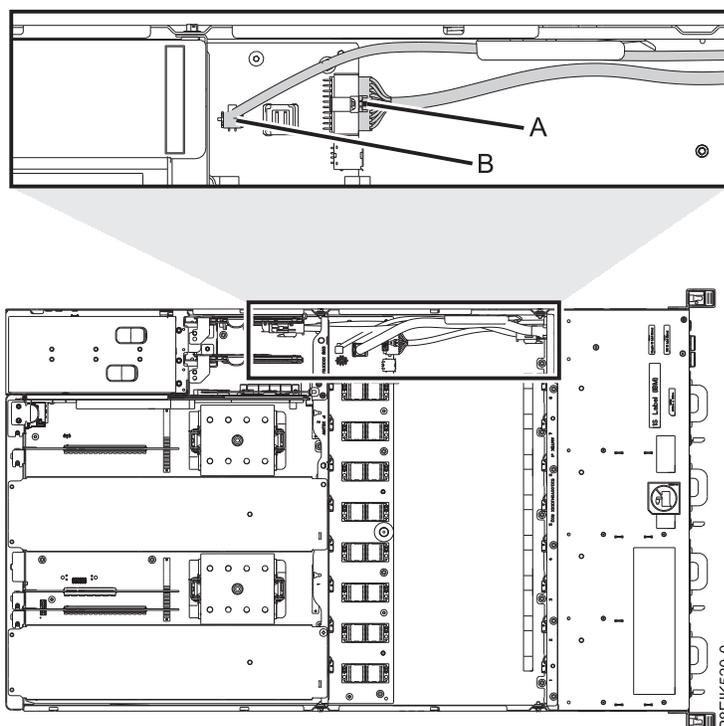

図 64. 前面 USB ケーブルおよびコネクタおよび電源スイッチおよびケーブルの位置
3. 前面 USB ケーブルおよびコネクタ **(A)** および電源スイッチおよびケーブル **(B)** を見つけます。これらのケーブルは、システムの内部を伝ってシステム・バックプレーンと電源スイッチとの間を接続します。図 64 を参照してください。各ケーブルにラベルを付けます。